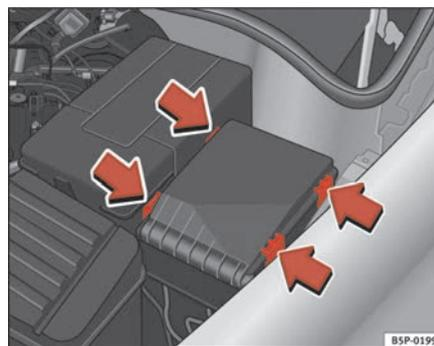

Fig. 178 Cache de fusibles dans le compartiment moteur
- Retirez le cache de fusibles du compartiment moteur en faisant pression sur les languettes vers le centre du cache ⇒ page 266, fig. 178.